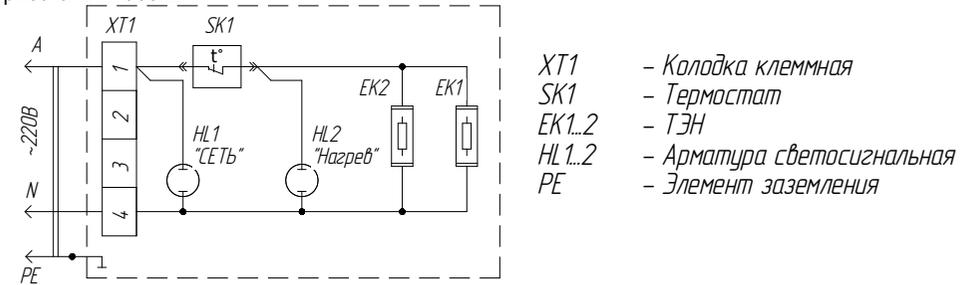

Рис.3 Схема электрическая принципиальная
6.5. **ЭЛЕКТРОПИТАНИЕ КАМЕНКИ** подводится по типовой трехпроводной схеме «A,N» 220В в соответствии с рис.3. Для подключения заземления имеется отдельная клемма, маркированная знаком заземления.